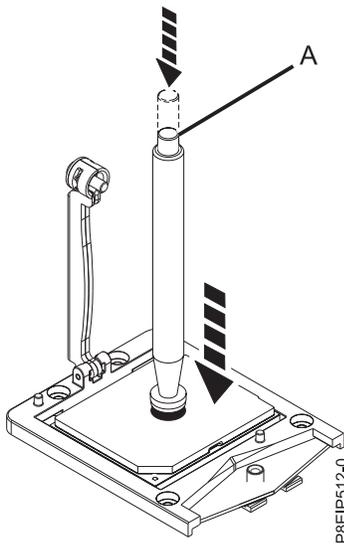

Figura 69. Abaixando a ferramenta de remoção no módulo de processador do sistema
3. Abaixar a ferramenta de pinça a vácuo no módulo de processador do sistema a ser instalado. Pressione totalmente a parte superior da pinça (**A**) e segure-a no centro do módulo de processador conforme mostrado na Figura 69. Libere a parte superior da pinça para prendê-la ao módulo de processador.